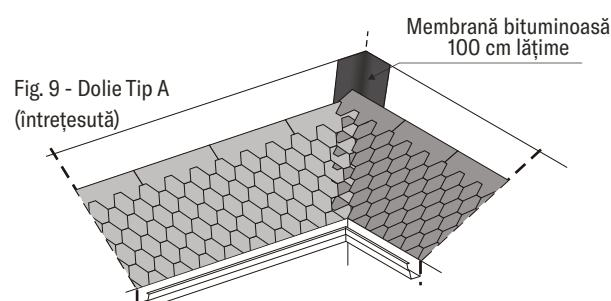

Fig. 9 - Dolie Tip A
- Dolie tip A (întrețesută) - rândurile de plăci se montează concomitent pe două falde alăturate. Acestea se suprapun unele peste altele în albia doliei urcând pe falda opusă astfel încât colțul de sus al ultimei foi de șindrilă bituminoasă să fie la 25 cm de axul doliei (fig. 9). Se va evita baterea cuelor la o distanță mai mică de 40 cm de o parte și de alta a liniei doliei;